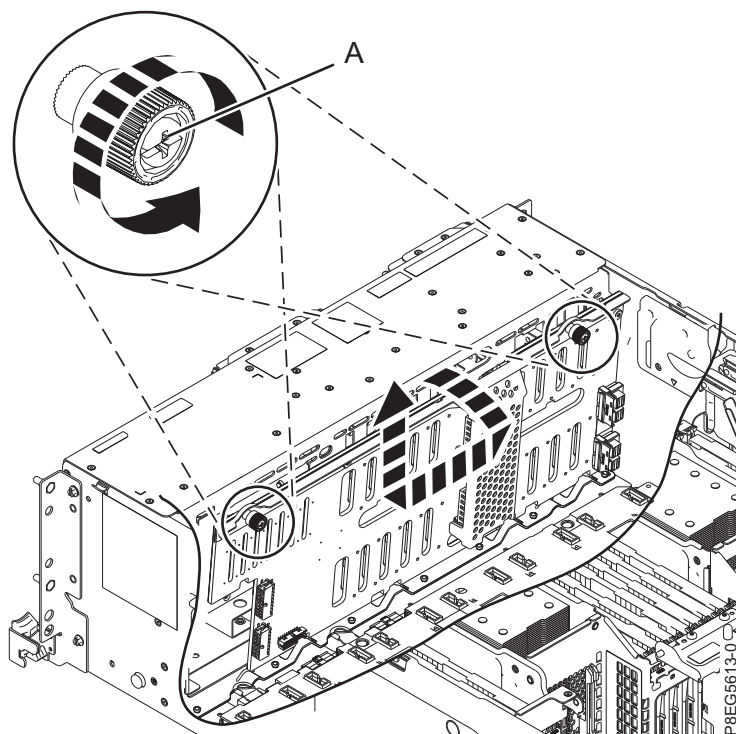

Figura 16. Removendo o painel traseiro da unidade de disco
7. Desaperte cuidadosamente os parafusos de aperto manual do painel traseiro da unidade de disco (A) até soltar totalmente, conforme mostrado na Figura 16.
8. Incline o painel traseiro da unidade de disco na direção mostrada na Figura 16 e, em seguida, deslize-o para a lateral de modo que os recortes do painel traseiro saiam das guias do chassi.